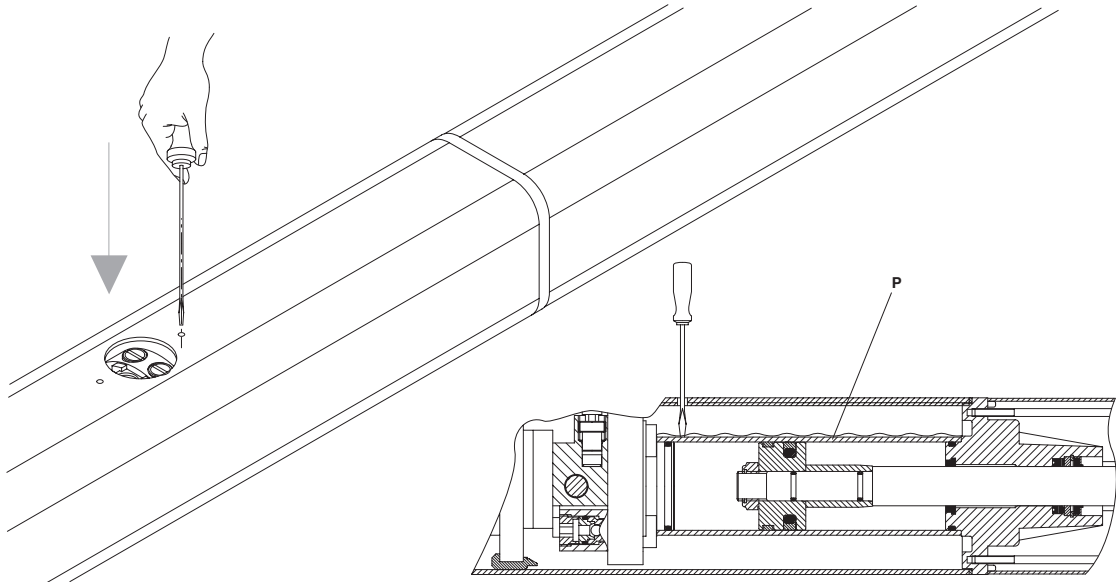

Fig. 21
- 4) Allentare le vite di rallentamento (fig.21) con chiave esagonale da 3mm in dotazione.
- 14) Chiudere completamente la vite di rallentamento ruotando verso il segno "+" (fig.21) e comandare la chiusura dell'anta.